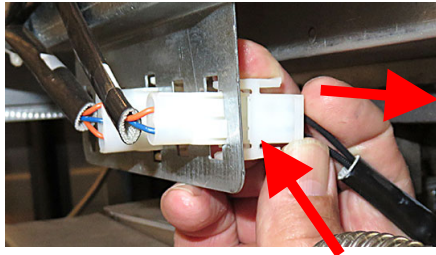

図 20
25. フライヤーの横にあるコネクタから上限を外します。上限は、コネクタパネルの内側から切断されます (図 20 を参照)。